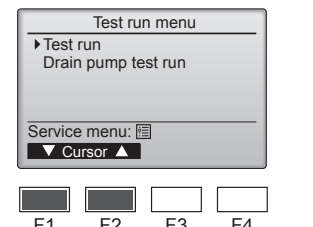

Fig. 7-2
- 2 Ընտրեք «Test run» (Փորձնական գործարկում) ռեժիմը Փորձնական գործարկման մենյուում և սեղմեք [ԸՆՏԲԵԼ] կոճակը: (Fig. 7-2)